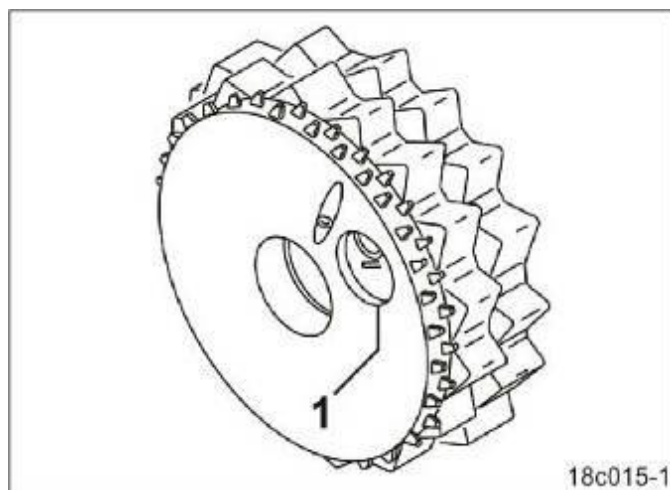

Рис.45
6.1.4. Проворачивайте вал редуктора по часовой стрелке до тех пор, пока не станут видны отверстия (Рис. 45/1) мелкосеменных высевающих катушек.